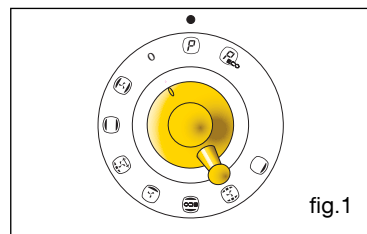
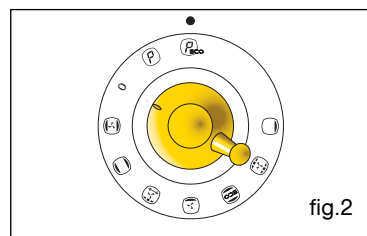

fig.1
fig.2
**Placez votre plat dans le four** selon les recommandations fournies par le guide de cuisson (fig.2).
Positionnez la manette «sélecteur de fonctions» sur la position «PYRO (P)» (fig.1) ou «PYRO ECO (PECO)» (fig.2).
La durée d'indisponibilité du four est de 2h30 en «PYRO (P)» (fig.1) et 1h30 en «PYRO ECO (PECO)» (fig.2).